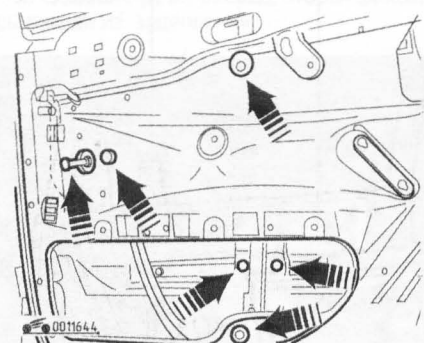

Рис. 10.8. Снятие стеклоподъемника задней двери (стрелками показаны болты крепления)
4. Выверните болты крепления стеклоподъемника и держателя стекла (рис. 10.8).